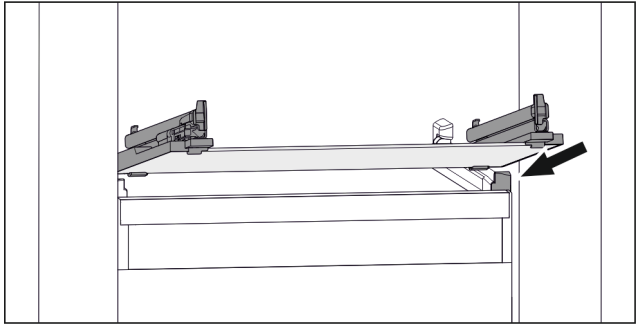

Fig. 40 玻璃隔板例图
- ▶ 将玻璃隔板斜放在止动器后面。(参见 Fig. 40)